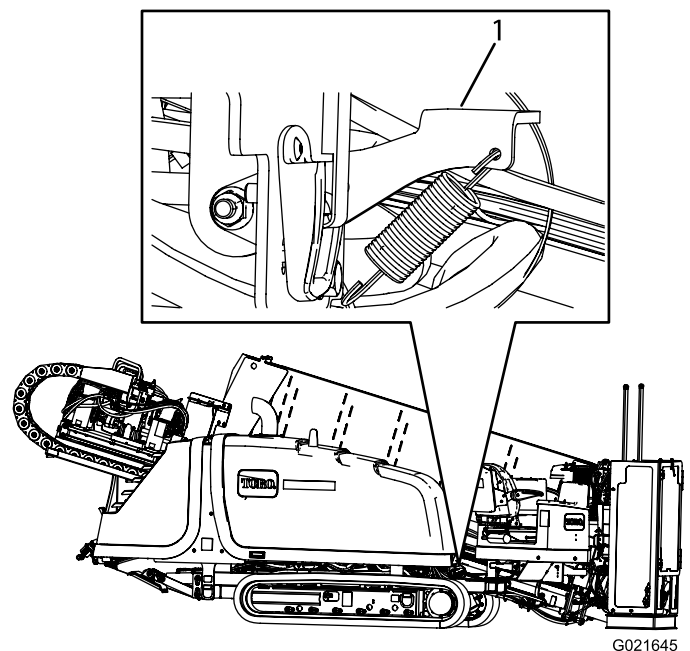

Figura 95
2. Presione hacia abajo sobre el cierre del capó, según se muestra en la (Figura 95).